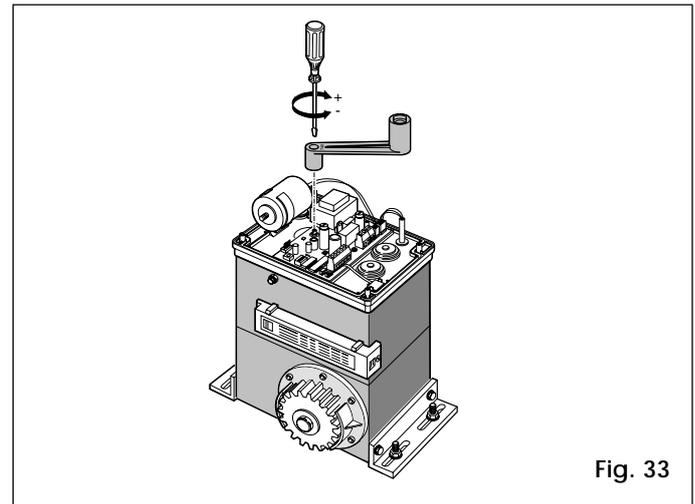

Fig. 33
- 2) Mantener bloqueado el eje de salida mediante la palanca que se suministra de serie, y girar el tornillo de regulación del embrague como ilustra la Fig. 33. Para aumentar el par, girarlo hacia la derecha. Para disminuirlo, girarlo hacia la izquierda.